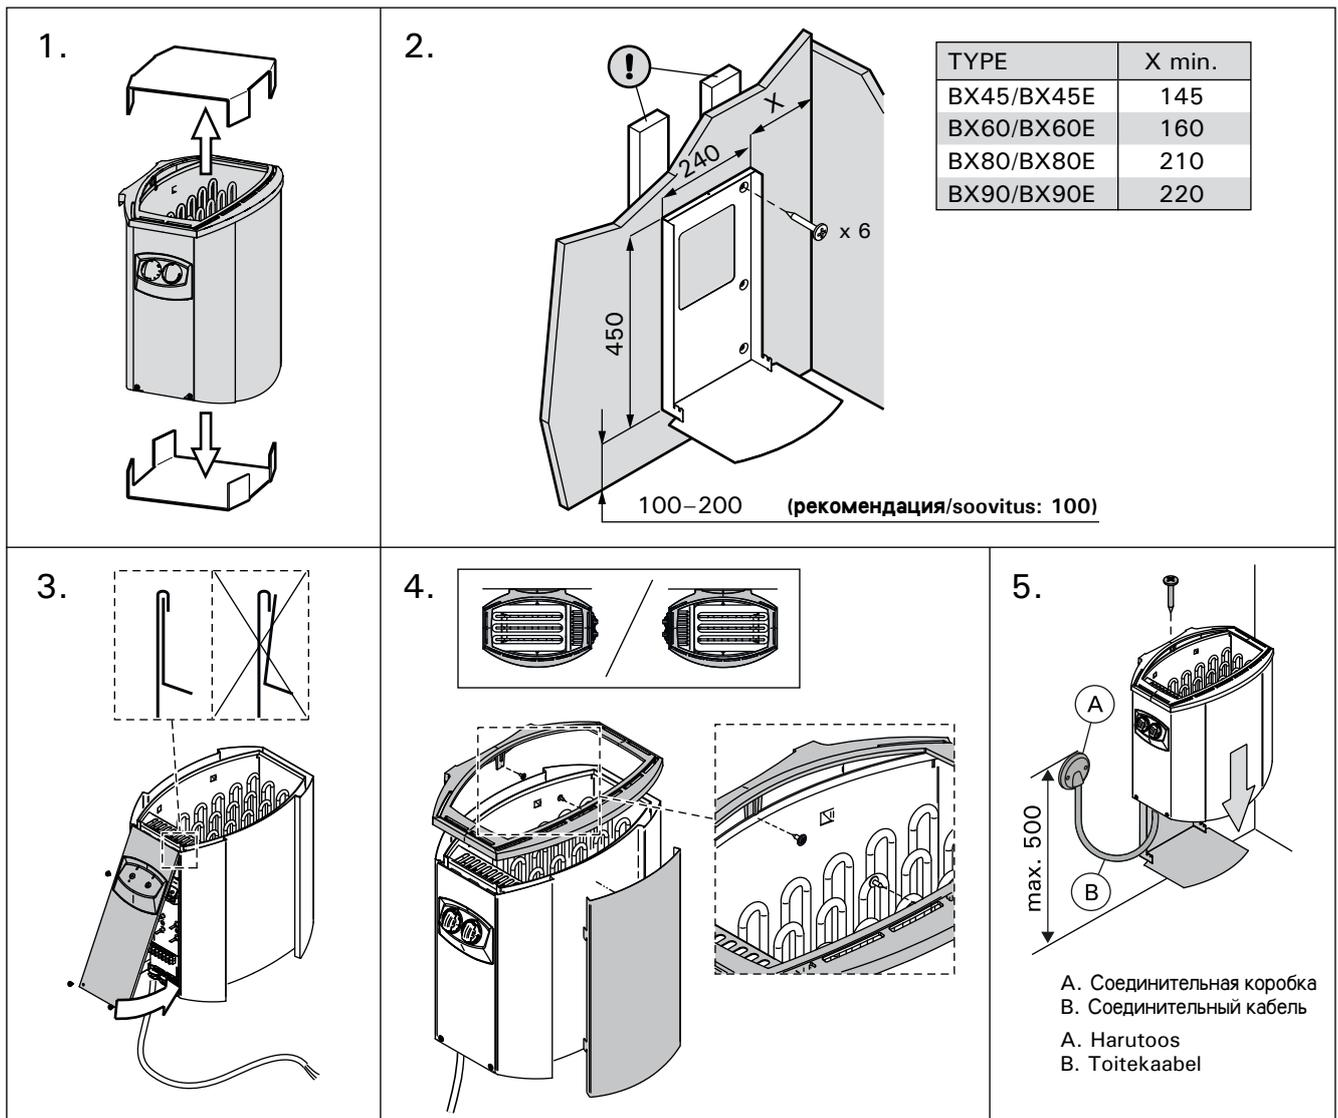

Рисунок 7. Крепление каменки к стене (все размеры приведены в миллиметрах)
См. рис. 7.
- Каменка гибким проводом подсоединяется к соединительной коробке (рис. 7: А) на стене сауны. Соединительная коробка должна быть брызгозащитенной и находиться на расстоянии не выше 500 мм от пола.
- В качестве кабеля (рис. 7: В) следует использовать резиновый кабель типа HO7RN-F или подобный. **ВНИМАНИЕ! Использование кабеля с ПВХ-изоляцией запрещено вследствие его разрушения под воздействием тепла.**